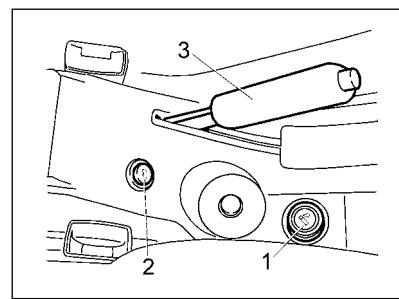
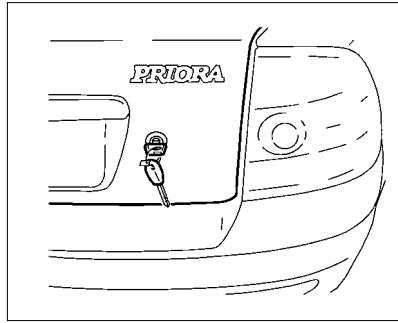

Рис. 23. Прикуриватель
Рис. 27. Открывание багажника
**Прикуриватель** 1 (рис. 23) работает при включенном зажигании. Для использования прикуривателя нажмите на кнопку подвижной части до ее фиксированного положения в патроне. Примерно через 20 секунд подвижная часть автоматически возвращается в исходное положение и готова к применению по назначению.
**Выключатель привода замка багажника 2** (рис. 23). Для отпирания замка нажмите на кнопку выключателя. После отпускания руки кнопка возвращается в исходное положение.
Замок крышки багажника открывается кнопкой  на пульте дистанционного управления или поворотом по часовой стрелке ключа в замке (рис. 27), или из салона выключателем 2 (см. рис. 23). При открывании крышки багажник освещается плафоном, если включены габаритные огни.
**22 – прикуриватель** (работает при включенном зажигании). Для пользования нажмите на рукоятку подвижной части до фиксированного положения. Примерно через 20–27 секунд подвижная часть автоматически возвращается в исходное положение, прикуриватель готов к применению (см. рис. 23).
**23 – выключатель электропривода замка багажника или двери задка (в вариантном исполнении).** Для открытия замка нажмите на кнопку (см. рис. 23).